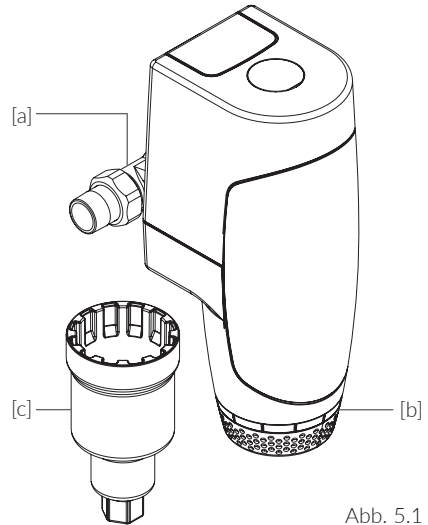

Abb. 5.1
**CLEAR PRO K** ist ein Feinfilter (Abb. 5.1) mit
**CLEAR PRO KD** ist ein Feinfilter (Abb. 5.1) mit